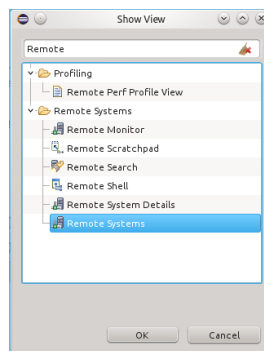

Figura 7:
- Seleccione “Remote Systems” y pulse “OK” (Ver Figura 7)